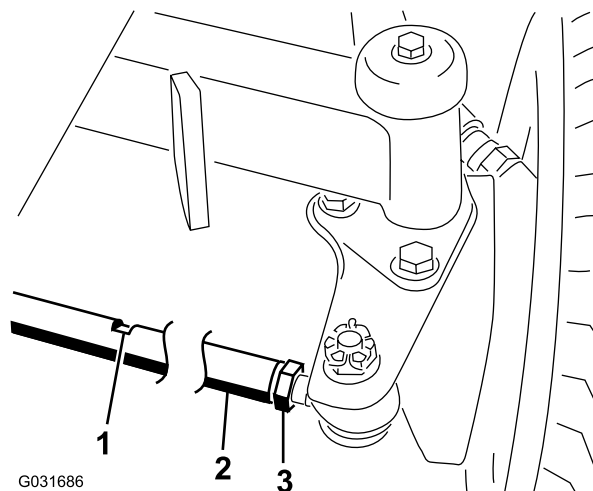

Bild 48
2. Lösen Sie die Klemmmutter an jedem Ende der Spurstange (Bild 48).